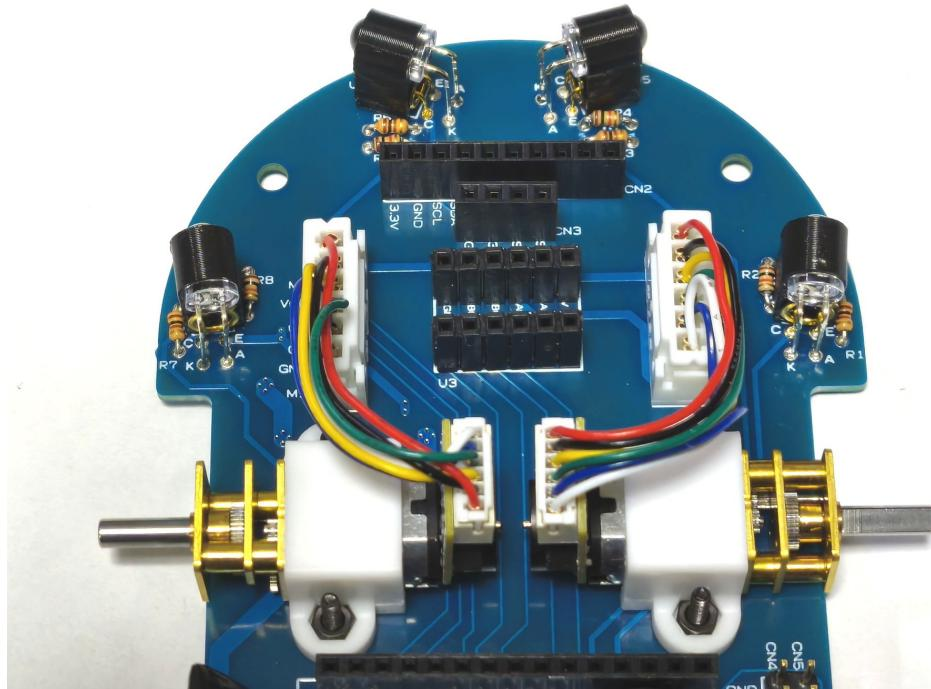

図5-8
7. 図5-8のようにモーターと基板を接続する。モーターに印字されたポート番号と、基板のポート番号が正しい色のケーブルで接続されていることを確かめる。